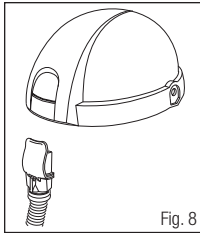

Fig. 8
2. Introduzca el extremo rectangular del Tubo de respiración 3M™ L-122 en la entrada de aire del Casco Serie L. Empuje hasta que la abrazadera quede fija en su lugar. (Fig. 8)